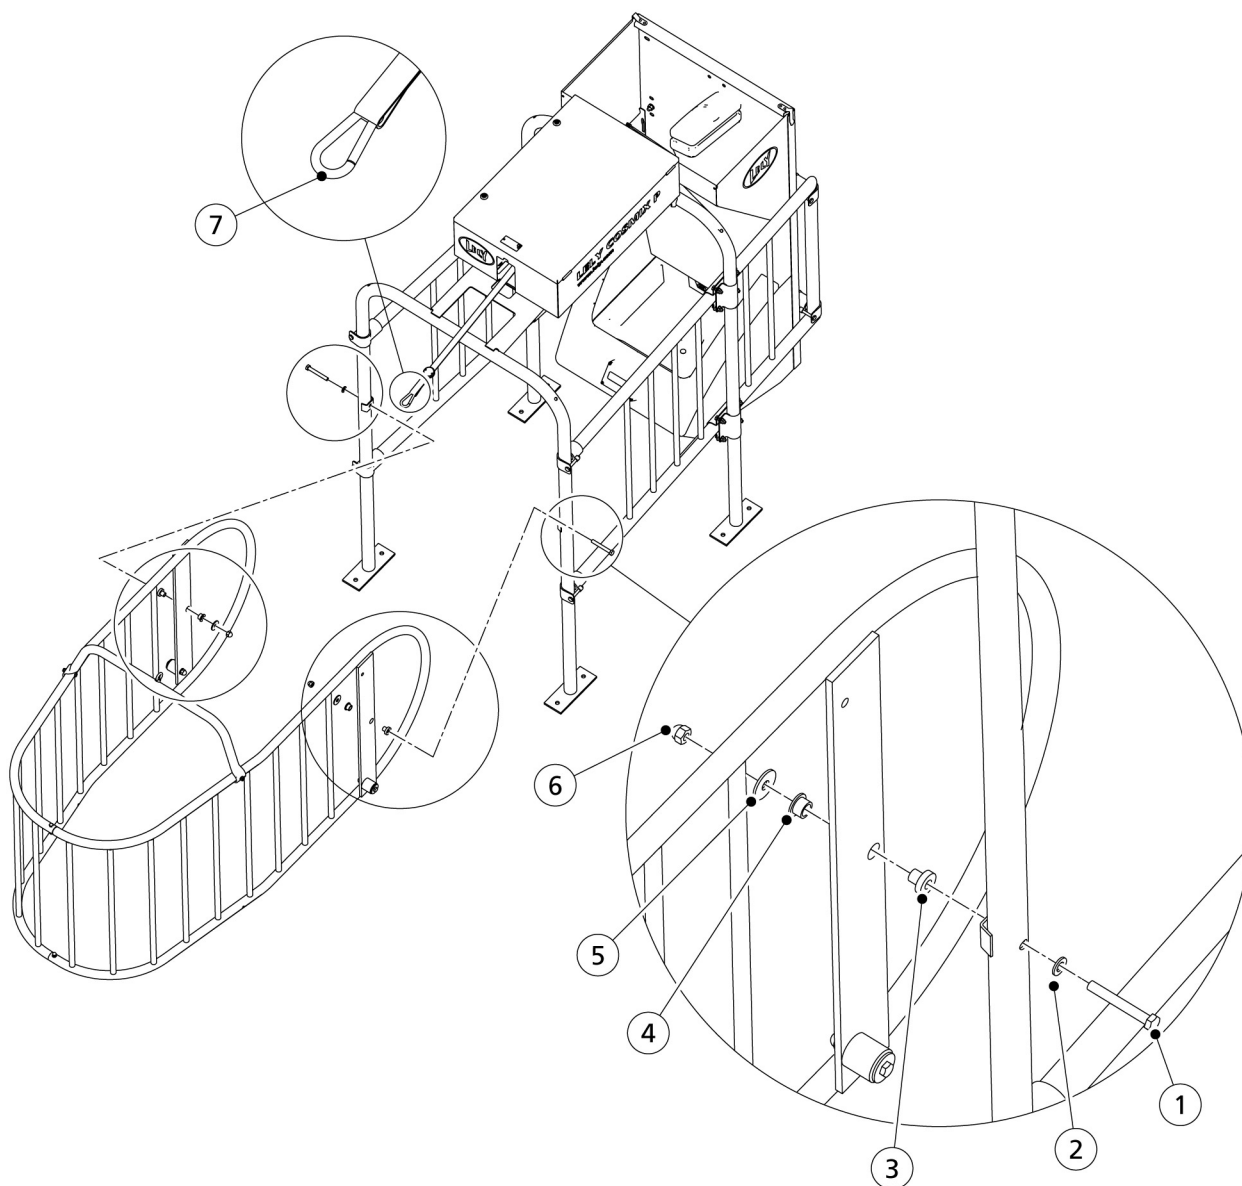

Abbildung 26. Montage der M-Box an den Seitengittern
4. Nehmen Sie die zwei Schrauben (1, abb. 26, Seite 5-15), Unterlegscheiben (2) und (5), die Metallbuchsen (3) und die Hutmuttern (6) aus dem Scharnier der M-Box.
5. Stecken Sie die kleinen Unterlegscheiben (2) und die Metallbuchsen (3) auf die beiden Schrauben (1).
6. Montieren Sie die M-Box mit Hilfe der beiden Schrauben mit Unterlegscheiben, den Metallbuchsen (3), den großen Unterlegscheiben (5) und den Muttern (6) locker zwischen den beiden Seitengittern.
7. Befestigen Sie den Gurt mit Hilfe des Karabinerhakens (7) am Haken der M-Box.